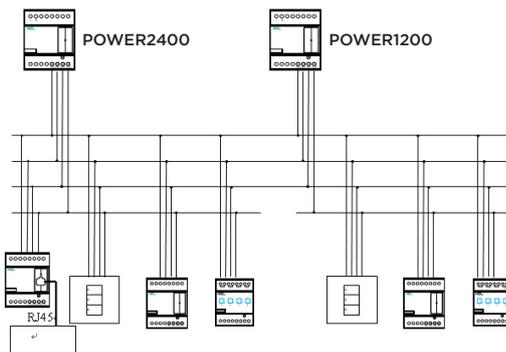

Figura 4. Conexión eléctrica - Más de una fuente
El **POWER2400** (Figura 1) es una fuente de alimentación que sirve para energizar módulos y keypads dentro del proyecto de automatización. Este proceso se lleva a cabo mediante la conversión de energía eléctrica alterna en energía eléctrica continua. La tensión de salida es de 24V DC y la corriente total suministrada por el módulo puede alcanzar hasta 2400mA. El módulo se utiliza generalmente junto con **BLOCK6**, otro módulo, para distribuir energía eléctrica continua dentro del circuito de automatización de una manera limpia, segura y organizada (Figura 4).
- **Gran cantidad de carga** - Cuando se requieren dos o más fuentes de alimentación, asegúrese de la instalación correcta de los circuitos como se muestra en la Figura 4. Es necesario cortar el circuito de +24V DC de cada fuente de alimentación y separarlos, para que cada fuente proporcione energía eléctrica para sus respectivas cargas;